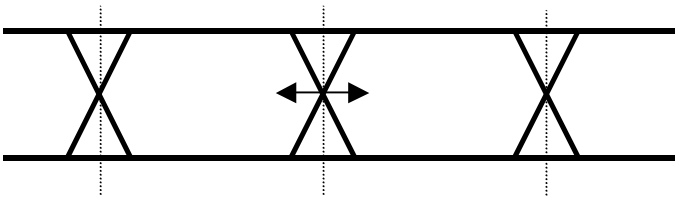

図 5.1.1-2 Half Period Jitter 設定
- [10] データ出力信号の Half Period Jitter 設定を行います。この設定により、アイパターンを観測した場合、図 5.1.1-2 のように Cross Point を時間軸方向に調整することができ、初期値 0 で隣り合うアイパターンの幅が等しくなります。